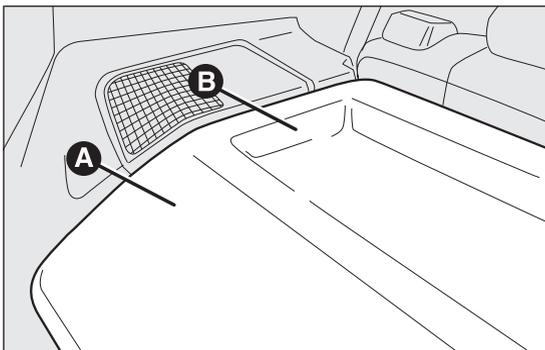
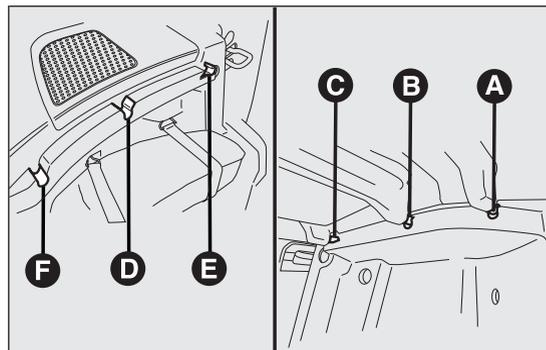

fig. 80
fig. 81
La cappelliera fig. 80 è costituita da due parti. Per rimuoverla completamente agire come segue:
- aprire le porte battenti posteriori; sollevare la parte anteriore A fig. 80 sganciando il perno A fig. 81 dalla sede F fig. 81;
- sollevare la parte posteriore B fig. 80 sganciando i perni B e C fig. 81 dalla sede D e E fig. 81;